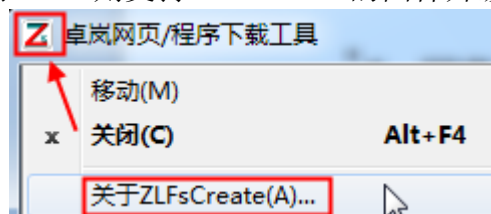

图 7 查看 ZLFsCreate 版本
- 2 打开“卓岚网页/程序下载工具”——ZLFsCreate。如图 7 所示，查看软件版本，如果版本大于 1.10 则支持 ZLSN2003 的固件升级。